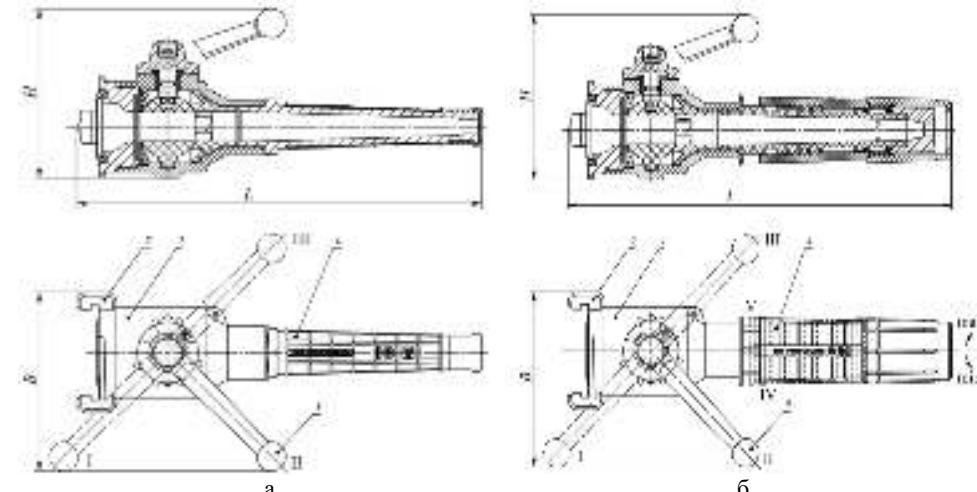

Рис. 1. Конструкция ручного пожарного ствола: а – РСП-50; б – РСК-50
- минимальный;	—	0,70 (40)
- максимальный.	0,70 (40)	1,22 (70)
6. Габаритные размеры (рис. 1, 2), мм, не более:
3.1. Стволы (рис. 1) состоят из корпуса 1, соединительной головки 2, перекрывающего устройства с рукояткой 3 и насадком 4 (регулируемым насадком для ствола РСК-50). По требованию заказчика стволы могут дополнительно комплектоваться плечевым ремнем.
Положение рукоятки 3 (рис. 1) перекрывающего устройства для перекрывания и образования компактной или распыленной струи воды:
4.2. Ствол РСК-50 дополнительно снабжен устройством, позволяющим изменять угол факела распыленной струи в зависимости от положения гайки регулируемого насадка 4 (рис. 1 б);
6.1. При подготовке к работе стволов следует надежно соединить с рукавной линией. Установить рукоятку 3 (рис. 1) ствола в положение, необходимое для формирования определенного вида струи и направить её на очаг пожара. Дать сигнал готовности к работе.